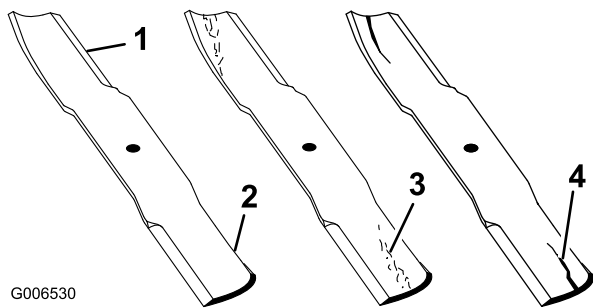

Figura 28
2. Verificate accuratamente i taglienti, con particolare attenzione ai punti d'incontro delle sezioni piatta e curva della lama (Figura 28). Sabbia e materiali abrasivi possono consumare il metallo che connette le sezioni piatta e curva della lama, per cui si consiglia di controllare la lama prima di usare la macchina. Se notate che la lama è consumata (Figura 28), sostituirla; vedere Rimozione della lama.
Se continuate ad usare la lama usurata, si forma una scanalatura tra la costa e la sezione piatta della lama (Figura 28). Alla fine, un pezzo di lama può staccarsi e venire lanciato dal sottoscocca, con il rischio di ferire gravemente voi o gli astanti.